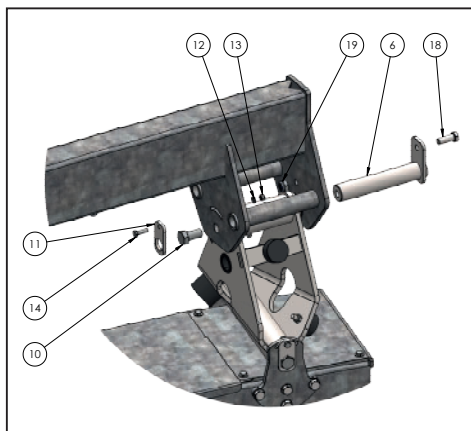

Рисунок 4. Установка верхней оси шарнирного элемента
1. Извлеките верхнюю ось из шарнирного элемента (рис. 4, поз. 6).
5. Вставьте верхнюю ось (рис. 4, поз. 6) через опору в кронштейн и шарнирный элемент.
6. Зафиксируйте ось с помощью крепежного винта М14 (рис. 4, поз. 10).
7. Зафиксируйте ось от проворачивания, используя винт (рис. 4, поз. 18) и самопорящуюся гайку (рис. 4, поз. 19).
8. Зафиксируйте крепежный винт М14 от раскручивания, используя стопорную планку (рис. 4, поз. 11), винт (рис. 4, поз. 11), шайбу (рис. 4, поз. 12) и самопорящуюся гайку (рис. 4, поз. 13). Закрепите кабель мотора на кронштейне с помощью хомутов и саморезов (рис. 5).